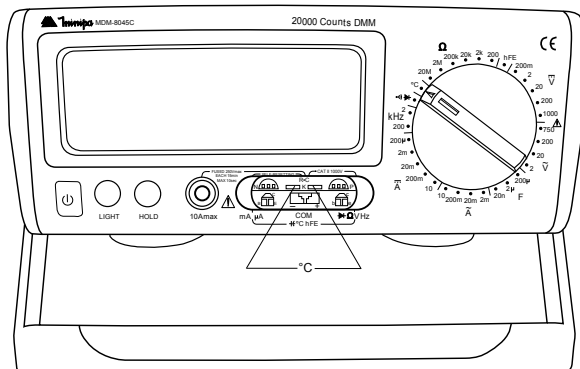

Figura 8
3. Conecte a ponta termopar nos terminais indicados pela Figura 8 acima.